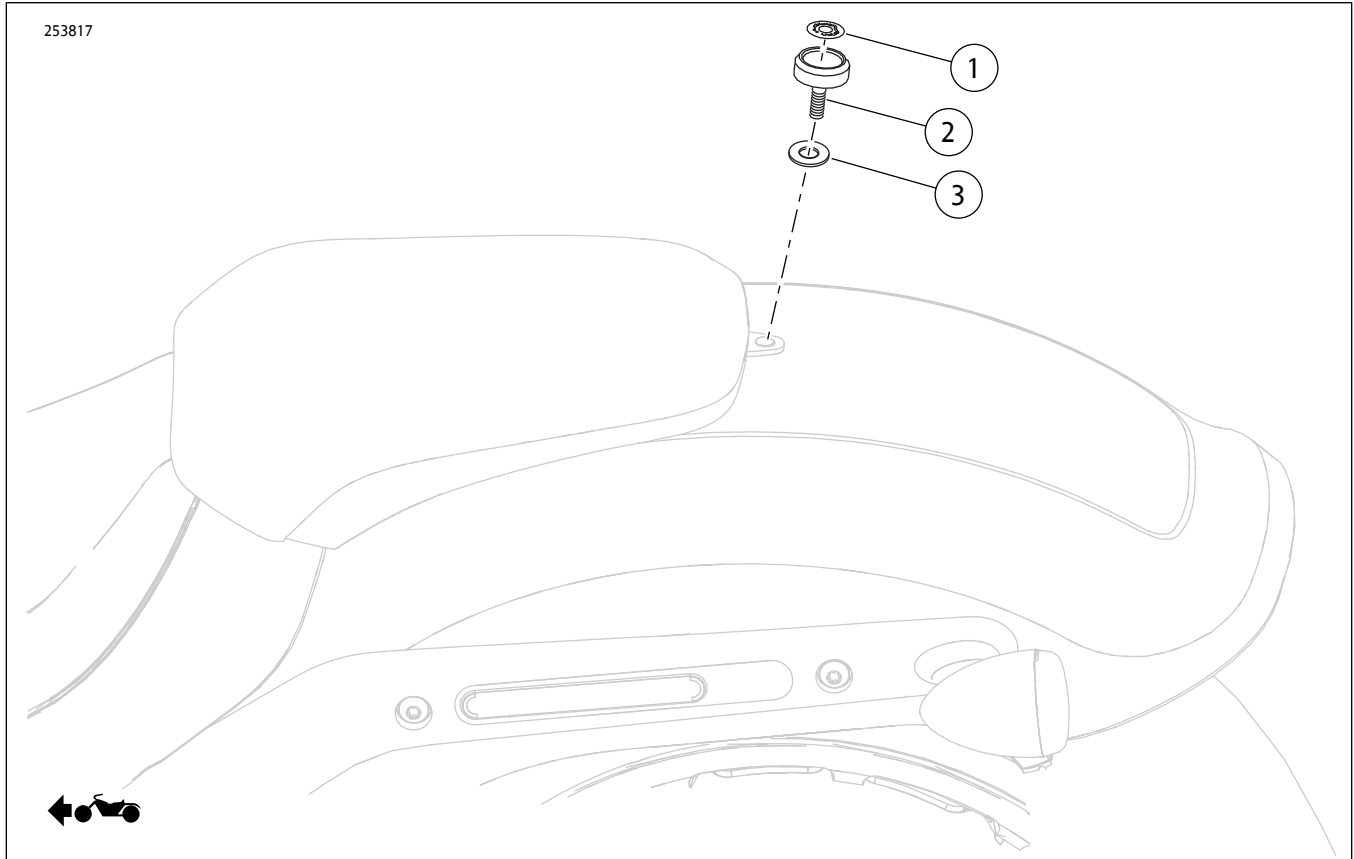

图1。套件内容：骑手靠背部件
4. 参见图1。从哈雷戴维森标志(1)上拆下背纸，然后将标志安装在滚花旋钮(2)顶部。